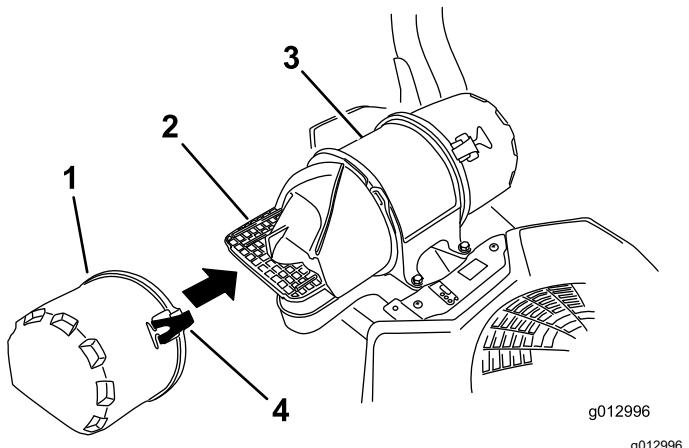

Figura 27
- Liberte os trincos do filtro de ar e empurre a cobertura da admissão de ar para fora do corpo do filtro de ar (Figura 27).
- Instale a cobertura da admissão e prenda-a com os trincos (Figura 27).
4. Coloque a cobertura do filtro de ar e fixe-a com os trincos (Figura 27).